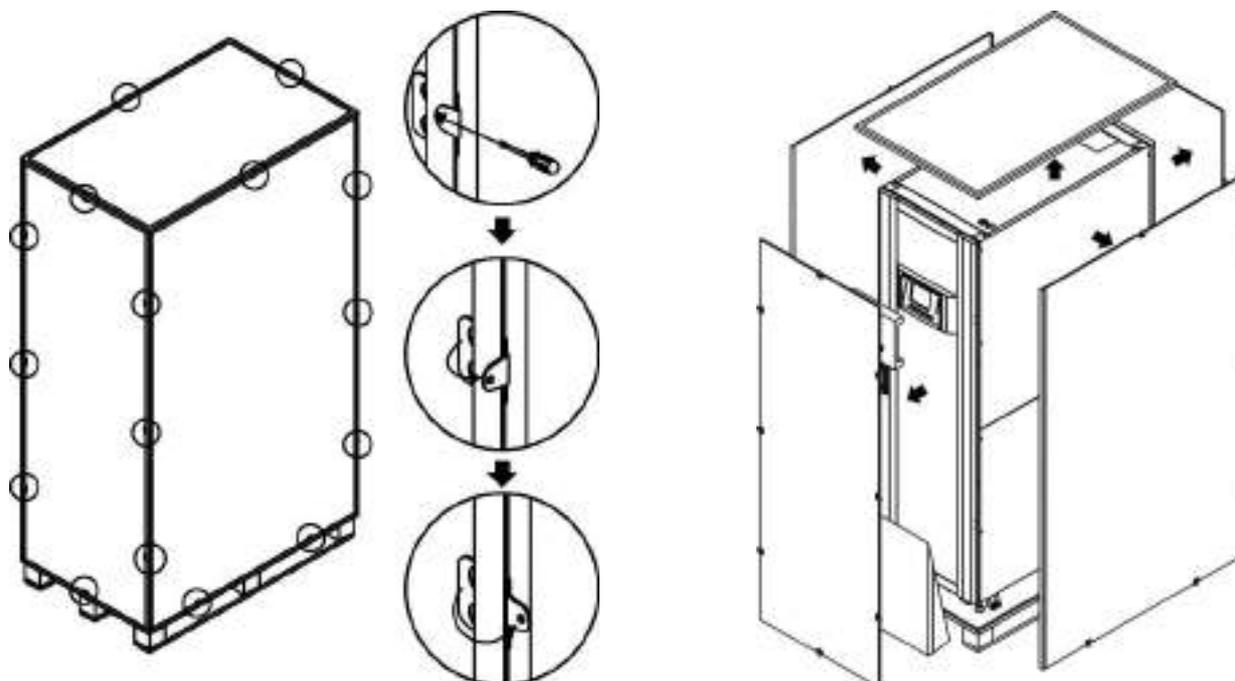

Figure 2-2
2. Veuillez suivre l'ordre indiqué dans la figure 2-2 pour retirer le carton et les matériaux expansés.